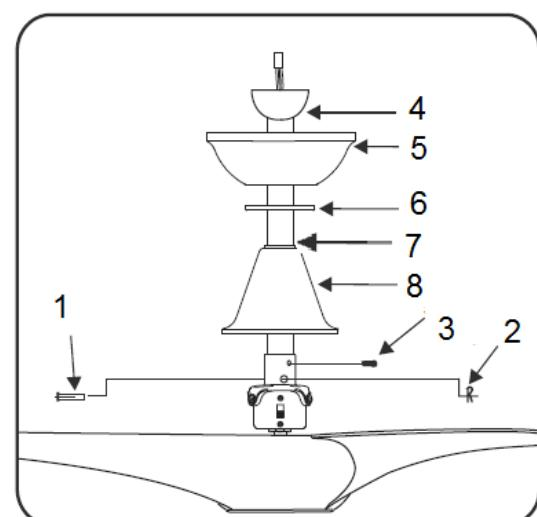

Fig. 5
- Fate scivolare il coperchio dell'accoppiamento (8), il coperchio della calotta (6) e la calotta (5) sulla barra descendente (7). (Fig.5)
- Reinstallare il giunto a sfera ed il perno a croce (4) sulla barra descendente (7), assicurarsi che il perno a croce sia nella posizione corretta e che la vite dell'insieme giunto a sfera sia serrata.